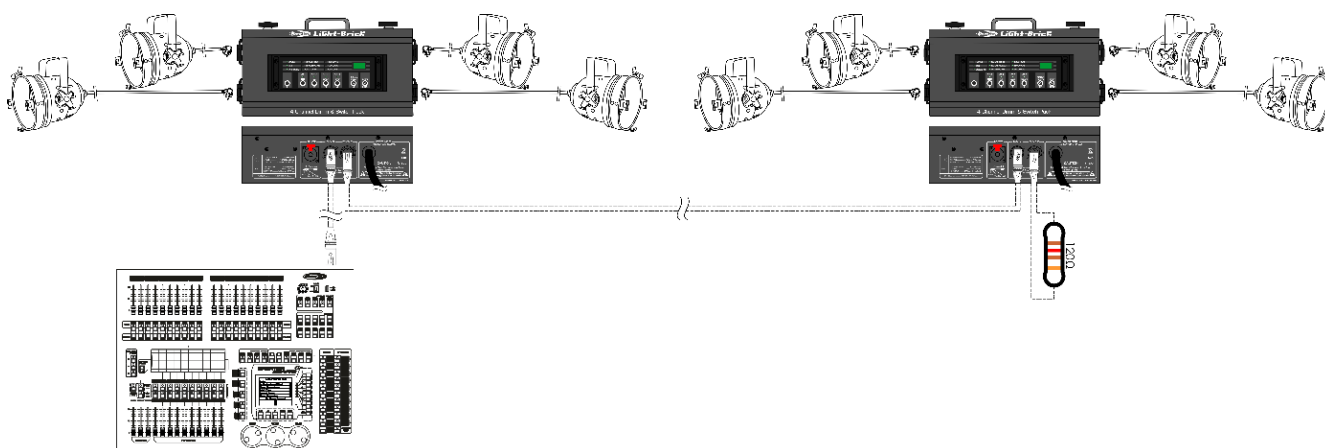

Abb. 04
- 03) Verbinden Sie die Geräte wie in Abb. 04 abgebildet. Schließen Sie den DMX-Ausgang des ersten Geräts mit einem DMX-Kabel an den Eingang des zweiten Geräts an. Wiederholen Sie diesen Vorgang, um die gewünschte Zahl an Geräten anzuschließen.